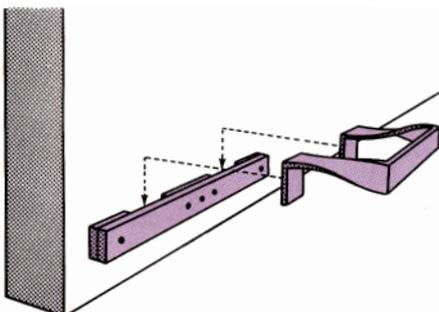

Fig. 2
- un modèle démontable fabriqué par l'entreprise. Il sera constitué d'un fer plat de 500 mm x 50 mm x 5 mm mis en forme à froid. Le fer plat s'encastrera dans un support fixé à côté de l'entrée des locaux (Fig. 2) ;